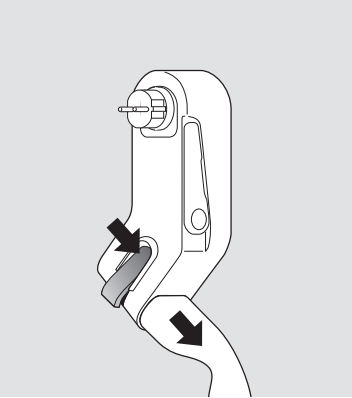

Fig. 3: Deblocarea prizei Tip 2
- Decuplați adaptorul Mobility Dock (A) de la priza de alimentare cu energie
- Deblocați (D) suportul de perete (E) și aduceți-l în poziția de pornire
(B) și scoateți-l din priză (a se vedea fig. 3)